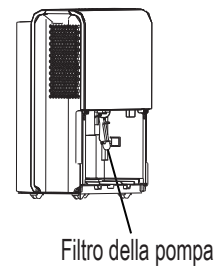

Fig. 12
- Rimuovere il serbatoio dall'unità, rimuovere la pompa e pulire il filtro della pompa (vd. Fig. 12).